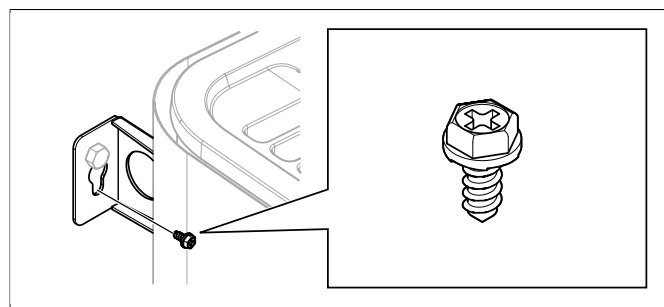

Рисунок 13: Зажимной винт кронштейна
12. Закрепите устройство зажимным винтом см. **Рисунок 13**, страница 5.